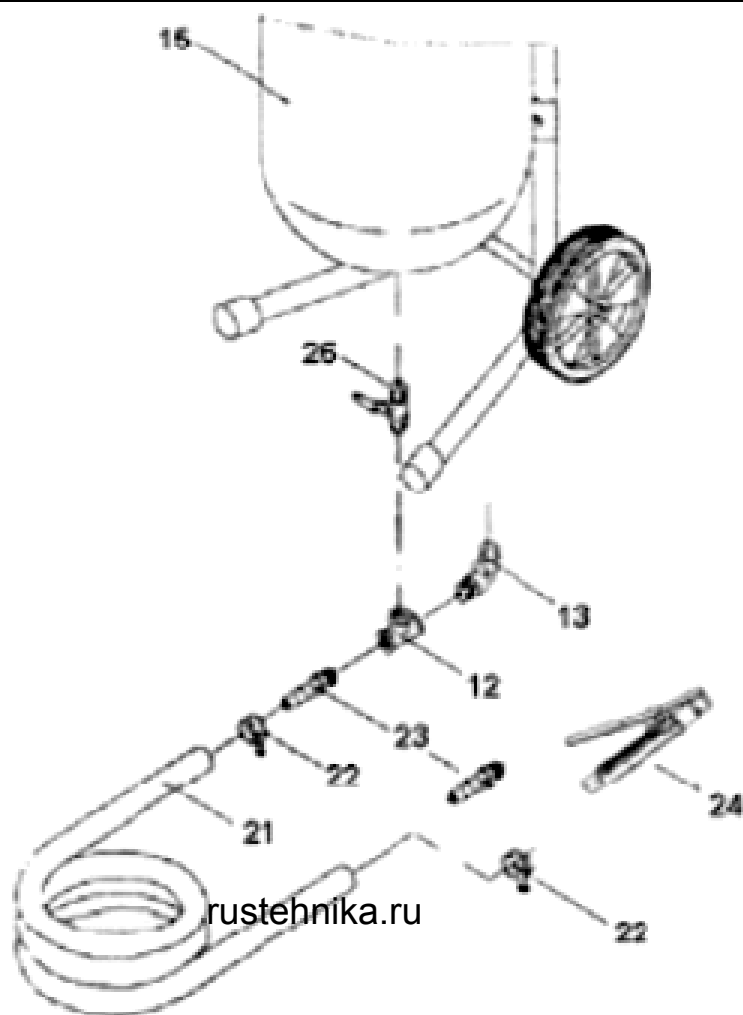
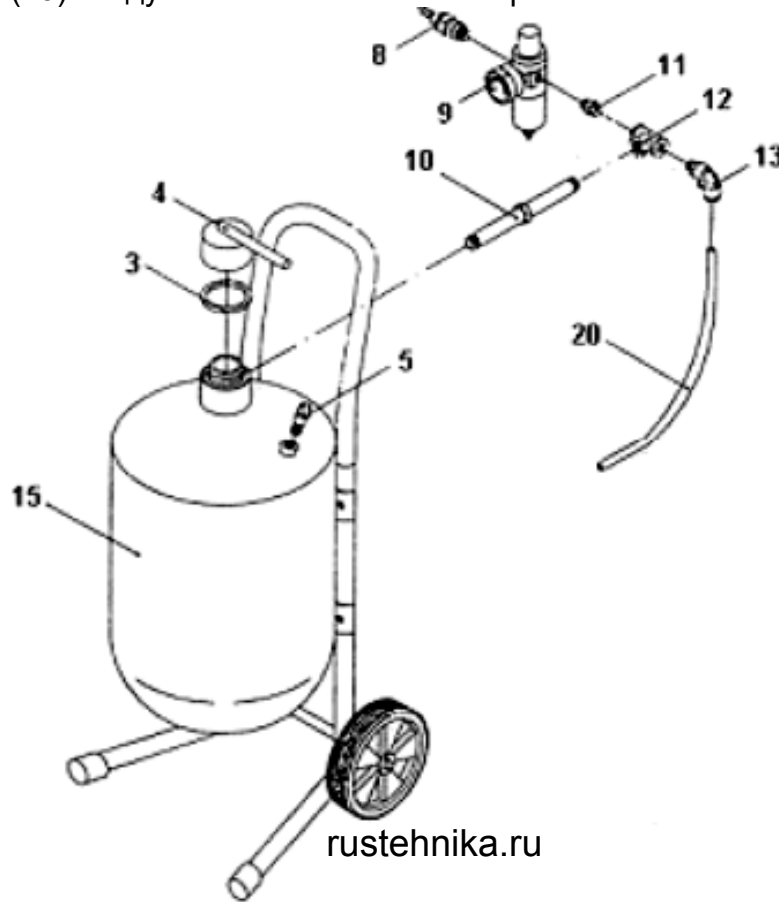

Рис. 3. Сборка линии абразива.
Рис. 4.
- Вверните штуцер (8) во входное отверстие фильтра-регулятора (9).
- Вверните в выпускное отверстие фильтра-регулятора (9) через проходник (11) впускной коллектор (12). Манометр фильтра-регулятора должен быть обращен в сторону как на Рис. 4.
- Вверните монтажную трубу (10) в боковое отверстие впускного коллектора (12).
- Полученную сборку свободным концом монтажной трубы (10) вверните в резьбовой порт на вершине резервуара (15).
- Вверните предохранительный клапан (5) в резьбовое отверстие верхней части резервуара (15).
- Наверните крышку (4) на засыпную горловину резервуара через уплотнительное кольцо (3).
- Вверните угловой соединитель (13) в свободное отверстие впускного коллектора (12).
- Удостоверьтесь, что концы угловых соединителей (13) на Рис. 3 и на Рис. 4 направлены друг к другу.